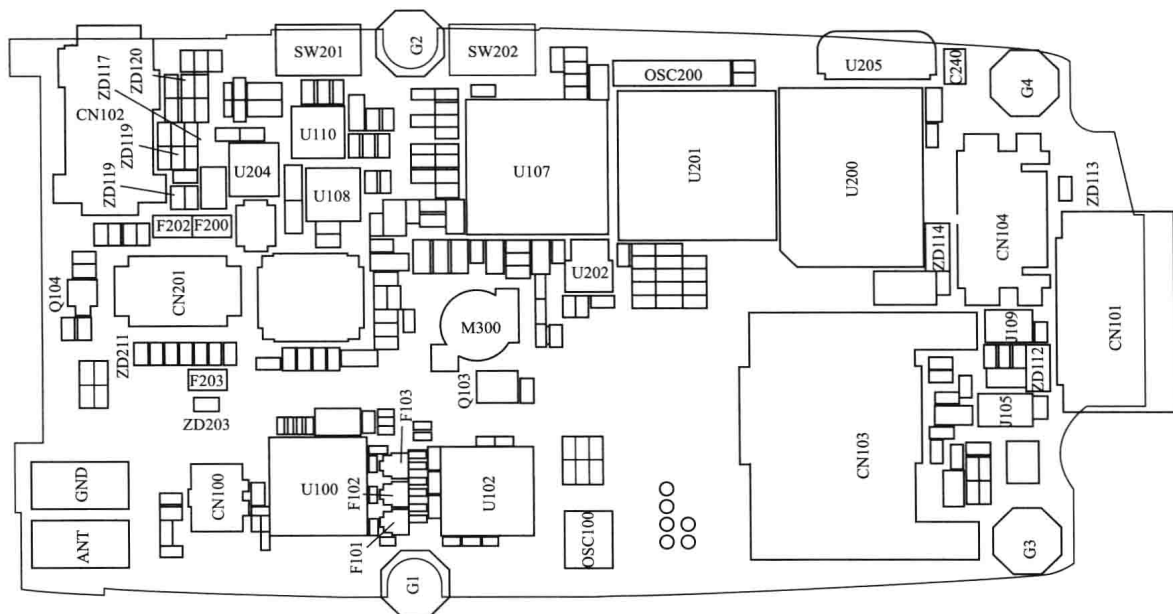

图 1-6 安装平面图
(4) 安装图 安装图是表示出电气安装以及连接的元器件位置的布置图。
(5) 安装平面图 安装平面图是表示出安装元器件位置的布置图，如图 1-6 所示。